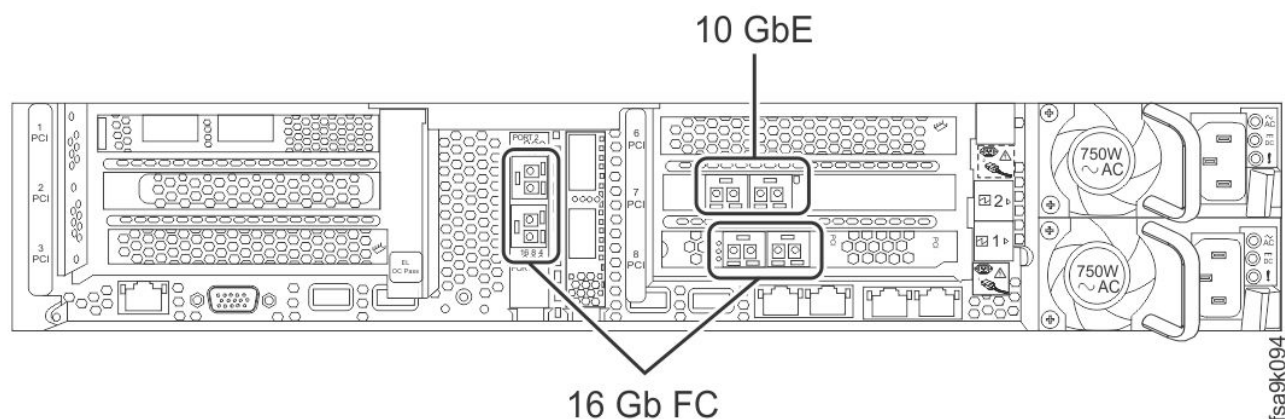
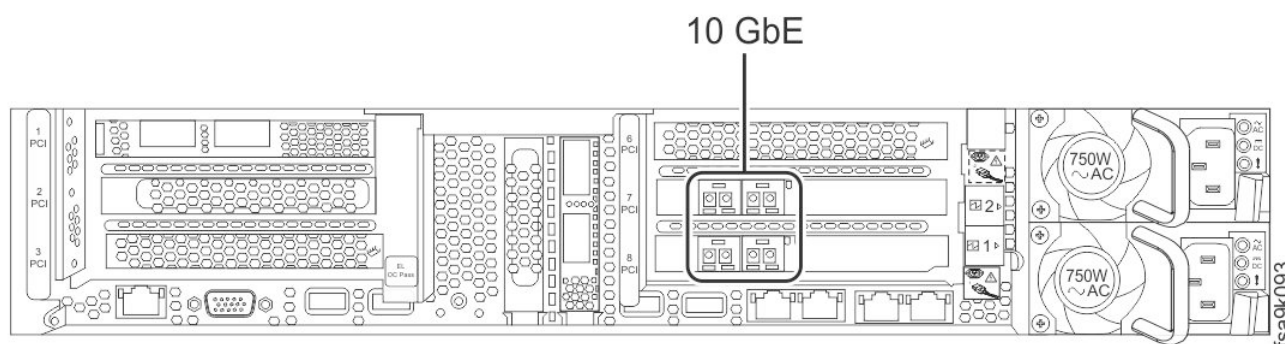

Figura 6. Parte trasera de un controlador de red con configuración de canal de fibra
Figura 7. Parte trasera de un controlador de red con configuración Ethernet de 10 Gb
Una unidad IBM FlashSystem A9000 contiene tres (3) controladores de red. La Figura 5 en la página 13 muestra la parte delantera del controlador de red. La Figura 6 en la página 13 y la Figura 7 en la página 13 muestran las dos opciones traseras del controlador de red.